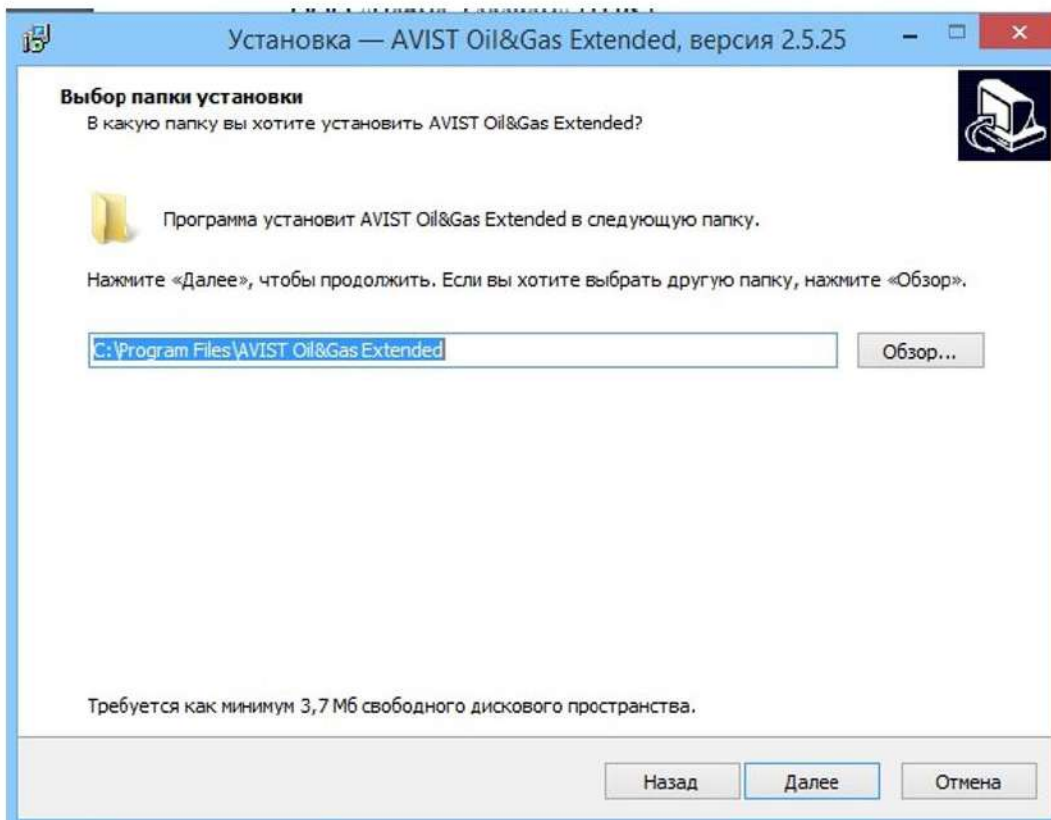

Рисунок 4 - Выбор папки установки
- 4) В следующем окне выбрать директорию, в которую будет установлен AVIST Oil&Gas Extended, директория определена по умолчанию (Рисунок 4).